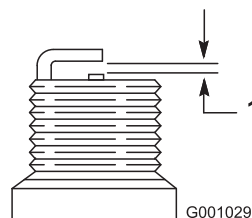

Figure 22
4. Réglez l'écartement des électrodes de la nouvelle bougie à 0,76 mm (0,030 po), comme montré à la Figure 22.